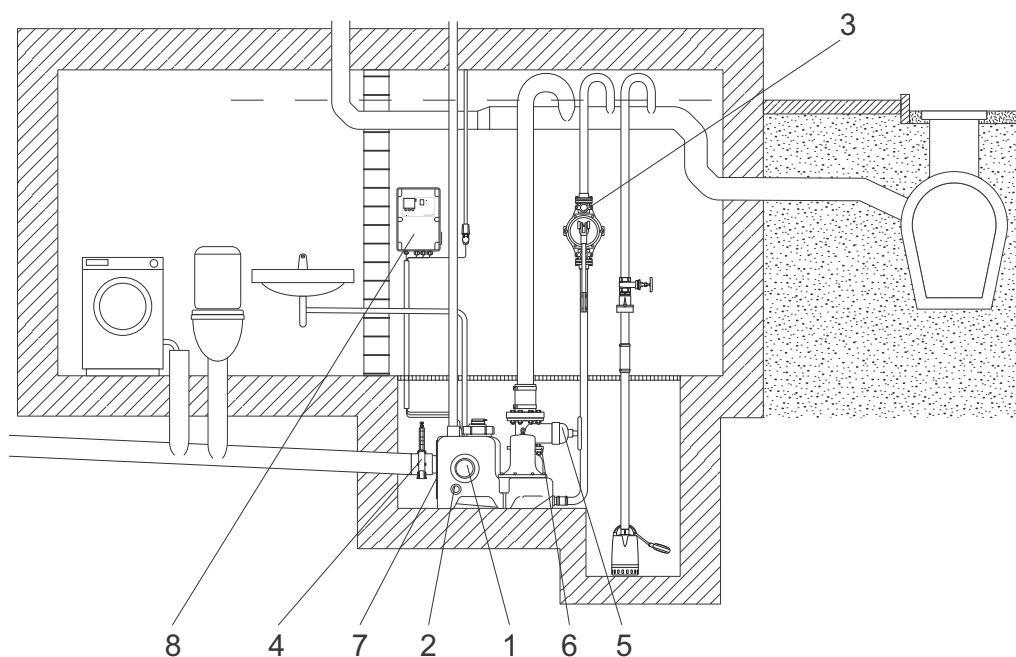

Рис. 15 Монтажная схема, Multilift MD
- Оборудуйте место ниже уровня фундамента. Если насосная установка устанавливается в подвале, в котором существует опасность просачивания грунтовых вод, рекомендуется (а в некоторых странах требуется) использовать дополнительный дренажный насос в отдельном приемке ниже уровня фундамента для осушения комнаты. См. рис. 15 и 16.
- Все напорные патрубки насосной установки, диафрагменного и дренажного насосов должны быть оснащены петлей, расположенной над уровнем стоячей воды. Высшая точка U-образного колена или обратного гидравлического затвора должна находиться выше уровня грунта. См. рис. 15 и 16.